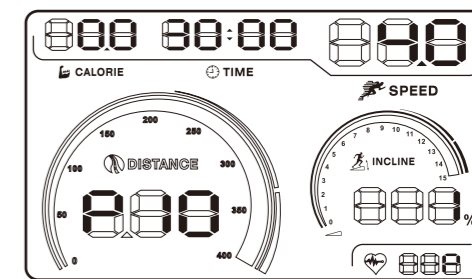

图40
2. 连续按下面板上Training Prog键 ，直至屏幕上出现P10字样，时间窗口闪烁，默认时间为30分钟，您可以通过SPEED（速度）的+（增加）/-（减少）键调整时间。（图40所示）。